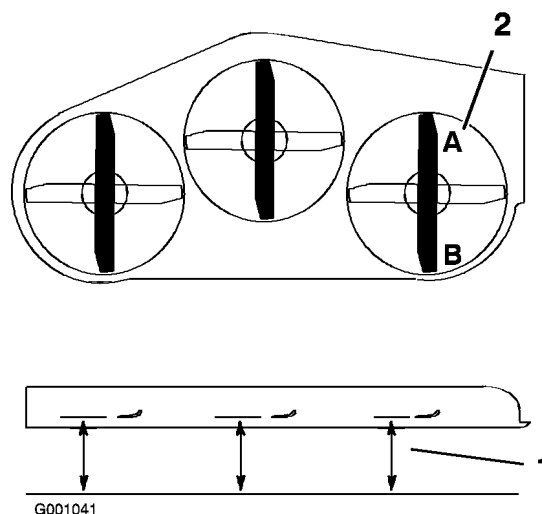
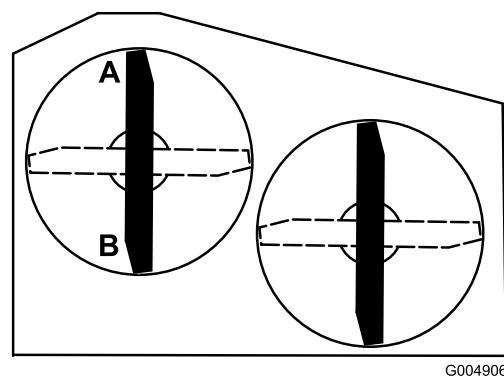

Figura 82
Figura 83
2. Coloque una cuchilla en posición longitudinal. Mida en las posiciones **A** y **B** desde una superficie nivelada hasta el filo de corte de los extremos de la cuchilla (Figura 82 o Figura 83). Para las plataformas de cortacésped de 36 pulgadas, consulte la Figura 83.
- Coloque las cuchillas en posición longitudinal. Mida en las posiciones C y D (Figura 82) desde una superficie nivelada hasta el filo de corte de las cuchillas.